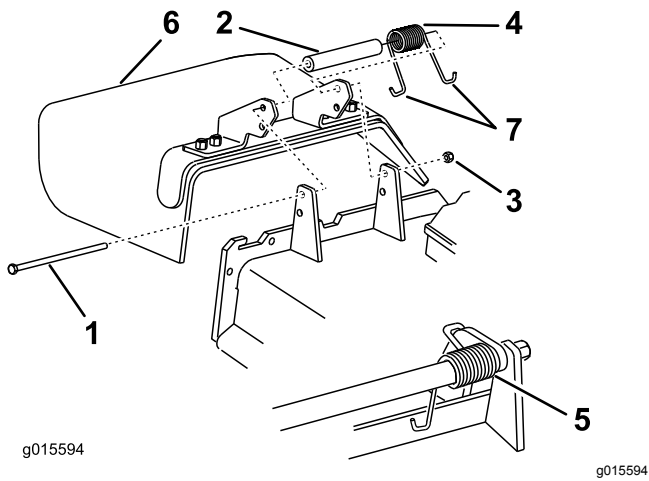

Figura 101
1. Retire la contratuerca, el perno, el muelle y el espaciador que sujetan el deflector a los soportes de pivote (Figura 101).
Nota: Asegúrese de colocar un extremo en **J** del muelle detrás del reborde de la carcasa antes de instalar el perno, según se muestra en Figura 101.
5. Coloque un extremo con gancho en **J** del muelle alrededor del deflector de hierba (Figura 101).